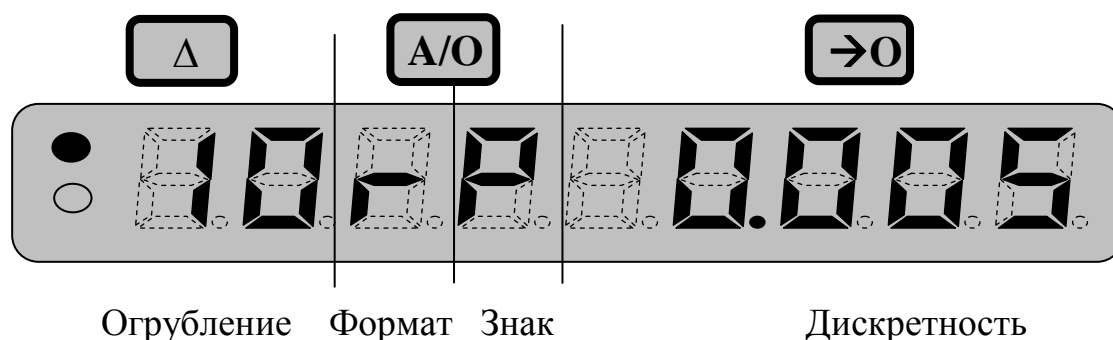

Рис.3
4. Изменение производится нажатием на кнопку «Δ» или «A/O» или «→O» для соответствующей группы параметров (Рис.3).